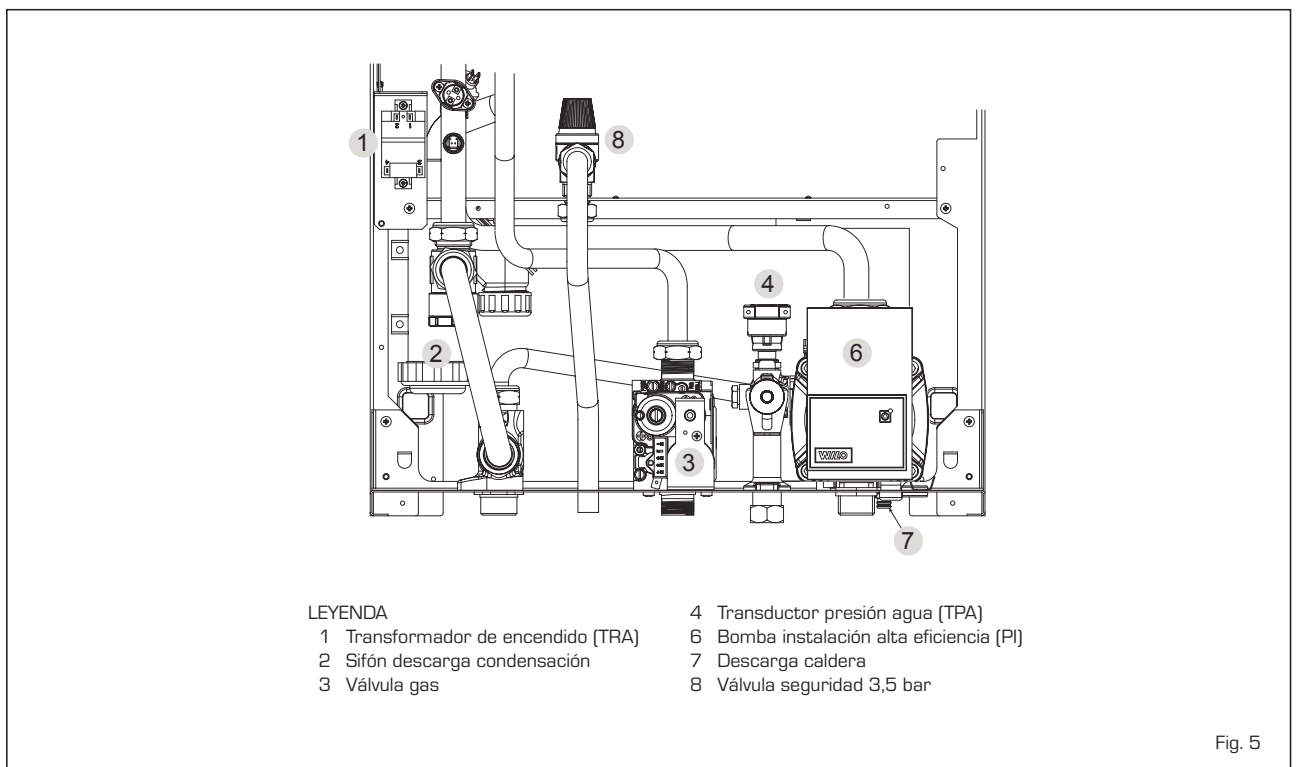

Fig. 5
2.3.1 Vaciado de la instalación (fig. 5)